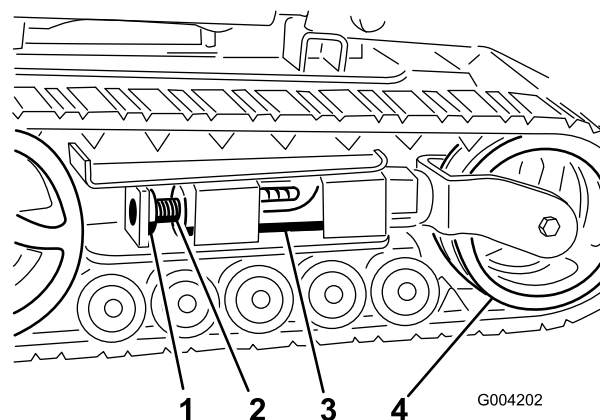
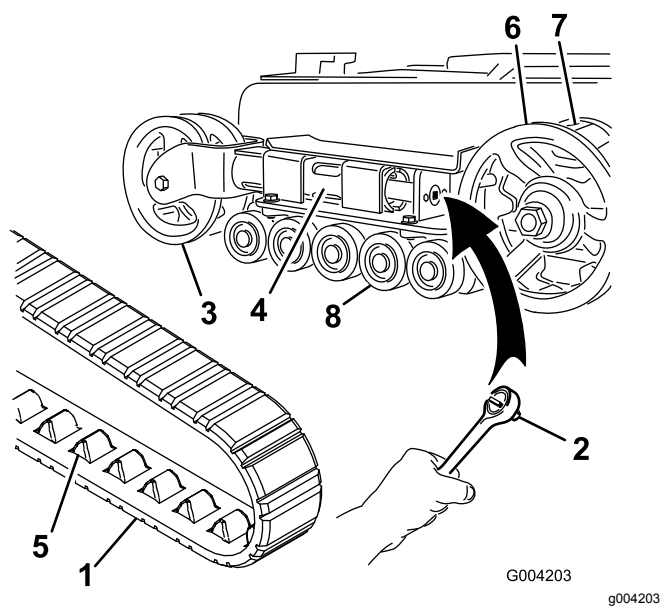
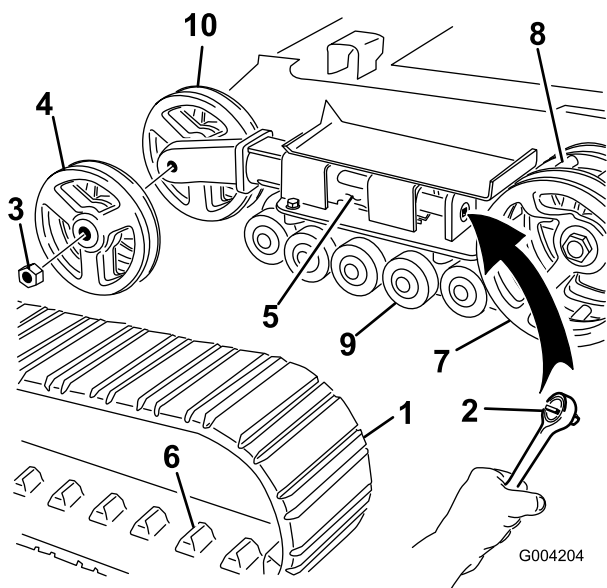

Рисунок 47
Рисунок 48
Рисунок 49
4. Отвинтите зажимной болт и гайку (Рисунок 47).
6. Совместите ближайшую выемку в натяжном винте с отверстием в зажимном болте и закрепите винт при помощи зажимного болта и гайки (Рисунок 47).
Примечание: Если передние натяжные колеса установлены в вилке на конце натяжной трубы, на вашей машине установлены узкие гусеницы. (Рисунок 48).
вращая натяжной винт по часовой стрелке (Рисунок 47 и Рисунок 48).
Примечание: Если передние натяжные колеса установлены на конце натяжной трубы с боковых сторон, на вашей машине установлены широкие гусеницы (Рисунок 49).
6. Надавите на натяжное колесо в направлении задней части блока, чтобы придвинуть натяжную трубу к раме (Рисунок 48).
8. Когда гусеница будет снята с натяжного колеса, снимите ее с ведущей звездочки и опорных катков (Рисунок 48).
9. Сначала установите новую гусеницу на ведущую звездочку. Звенья гусеницы должны находиться между зубьями звездочки (Рисунок 48).
10. Протолкните гусеницу под опорные катки и одновременно между ними (Рисунок 48).
5. Используя ключ с храповым механизмом на 1/2 дюйма, ослабьте натяжение привода, вращая натяжной винт по часовой стрелке (Рисунок 47 и Рисунок 49).
6. Надавите на натяжное колесо в направлении задней части блока, чтобы придвинуть натяжную трубу к раме (Рисунок 49).
7. Отвинтите гайку, которая крепит внешнее натяжное колесо, и снимите колесо (Рисунок 49).
8. Снимите гусеницу (Рисунок 49).
9. Отвинтите гайку, которая крепит внутреннее натяжное колесо, и снимите колесо (Рисунок 49).
13. Установите внутреннее натяжное колесо и закрепите его отвинченной ранее гайкой (Рисунок 49).
15. Установите новую гусеницу на ведущую звездочку. Звенья гусеницы должны находиться между зубьями средней части звездочки (Рисунок 49).
16. Установите внешнее натяжное колесо и закрепите его отвинченной ранее гайкой (Рисунок 49).
6. Поместите наполненный смазкой колпачок опорного катка поверх головки болта (Рисунок 48).
7. Закрепите колпачок опорного катка стопорным кольцом (Рисунок 48).